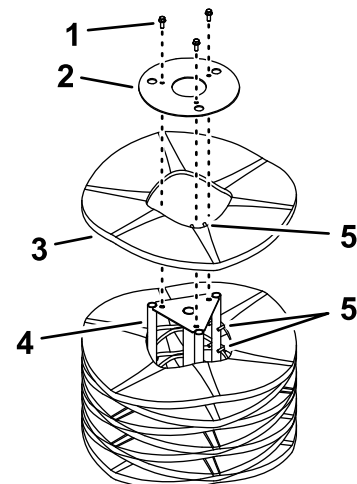

Figura 38
5. Coloque el conjunto principal del cepillo en posición vertical con el disco de retención hacia arriba (Figura 38).
6. Retire y guarde las fijaciones del disco de retención (Figura 38).
8. Instale los segmentos nuevos alternando los dedos metálicos de alineación, según se muestra en Figura 38.